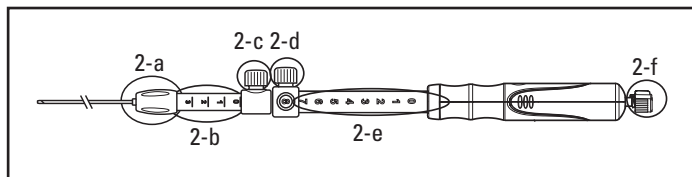

Figure 2.
2. Confirmer que l'aiguille est complètement rétractée et que le verrou de réglage de l'aiguille (figure 2-d) est sécurisé en position zéro (figure 2-e).
3. Déterminer la longueur de gaine appropriée en fonction de la longueur de l'échoendoscope. Utiliser le verrou de réglage de la gaine (figure 2-c) pour régler la longueur de gaine désirée et pour la verrouiller en position. Tourner le verrou de réglage de la gaine dans le sens des aiguilles d'une montre pour verrouiller la gaine en position. L'extrémité distale de la gaine doit être visible sur l'image endoscopique.
Remarque : Les numéros et marquages de référence de la jauge d'ajustement de la gaine (figure 2-b) ne sont donnés qu'à titre indicatif.
6. Continuer à faire avancer le dispositif jusqu'à ce qu'il ressorte de l'échoendoscope et que la gaine soit visible sur l'image endoscopique. Serrer le raccord Luer (figure 2-a) en le tournant dans le sens des aiguilles d'une montre afin de raccorder le dispositif à l'orifice du canal interventionnel de l'échoendoscope.
Remarque : S'il s'avère nécessaire de régler la longueur de gaine, desserrer le verrou de réglage de la gaine (figure 2-c) et la repositionner au point de référence approprié.
8. Régler la profondeur de pénétration de l'aiguille dans la position désirée à l'aide du verrou de réglage de l'aiguille (figure 2-d). Pour contrôler la profondeur de pénétration de l'aiguille dans le site cible, desserrer le verrou de réglage de l'aiguille en tournant le bouton dans le sens inverse des aiguilles d'une montre. Aligner le verrou de réglage de l'aiguille avec le chiffre de référence approprié sur la poignée du dispositif. Verrouiller en position en tournant le verrou de réglage de l'aiguille dans le sens des aiguilles d'une montre.
Remarque : Les numéros et marquages de référence de la jauge de profondeur de l'aiguille (figure 2-b) ne sont donnés qu'à titre indicatif. Les chiffres de référence représentent l'extension de l'aiguille (en centimètres) lorsque le dispositif se trouve dans une position rectiligne.
10. Enlever le stylet (figure 2-f) de l'orifice d'aspiration du dispositif en le desserrant et en le tirant doucement hors de la poignée du dispositif.
Remarque : Le stylet peut être enroulé et attaché à l'aide du mécanisme de clip se trouvant sur le capuchon du stylet (figure 2-f). Le stylet doit être conservé pour des passages d'aiguille supplémentaires au cours de cette même intervention.
2. Raccorder la seringue fournie à l'orifice d'aspiration (figure 2-f) de la poignée du dispositif.